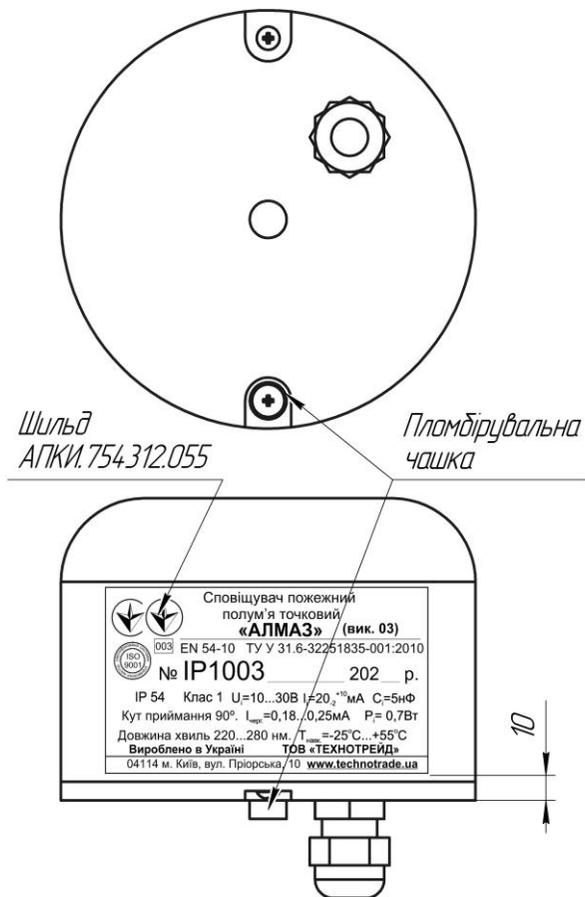

Рисунок 10.1 Маркування СП.
10.1. На корпусі СП укріплений шильд АПКИ.754312.055 (Рис. 10.1), на якому вказано: